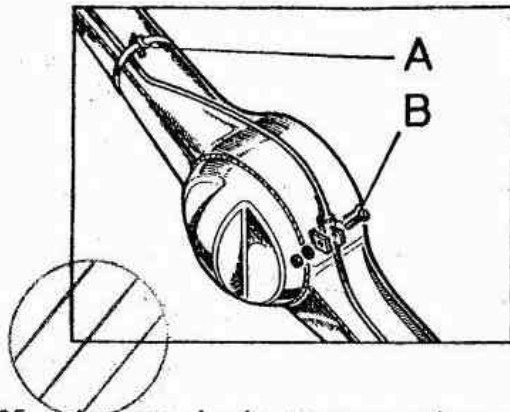

Fig. E -57 Abrazaderas para la tubería del freno en el eje trasero
**1.04. Retirar la abrazadera, A (Fig. E -57), que fija la tubería del freno al cárter del eje trasero y el perno de sujeción de la abrazadera en T del soporte situado en la parte superior del carter y se retirará el conjunto de la tubería del freno trasero.**